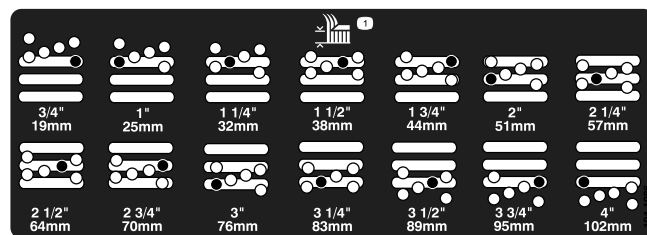

Figura 18
5. Spostate l'alloggiamento all'altezza di taglio opportuna e montate il distanziale nel foro e nella scanalatura dell'altezza di taglio prescelta (Figura 18).